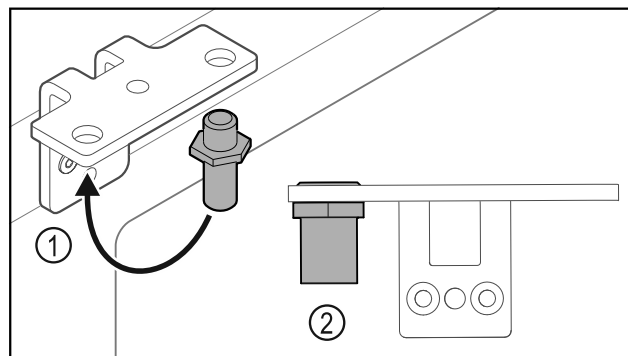

Fig. 31
- ▶ Μεταφέρετε τον πείρο Fig. 31 (1) στη γωνία μεντεσέ.
- ▶ Σφίξτε τον πείρο Fig. 31 (2) με ροπή 12 Nm.